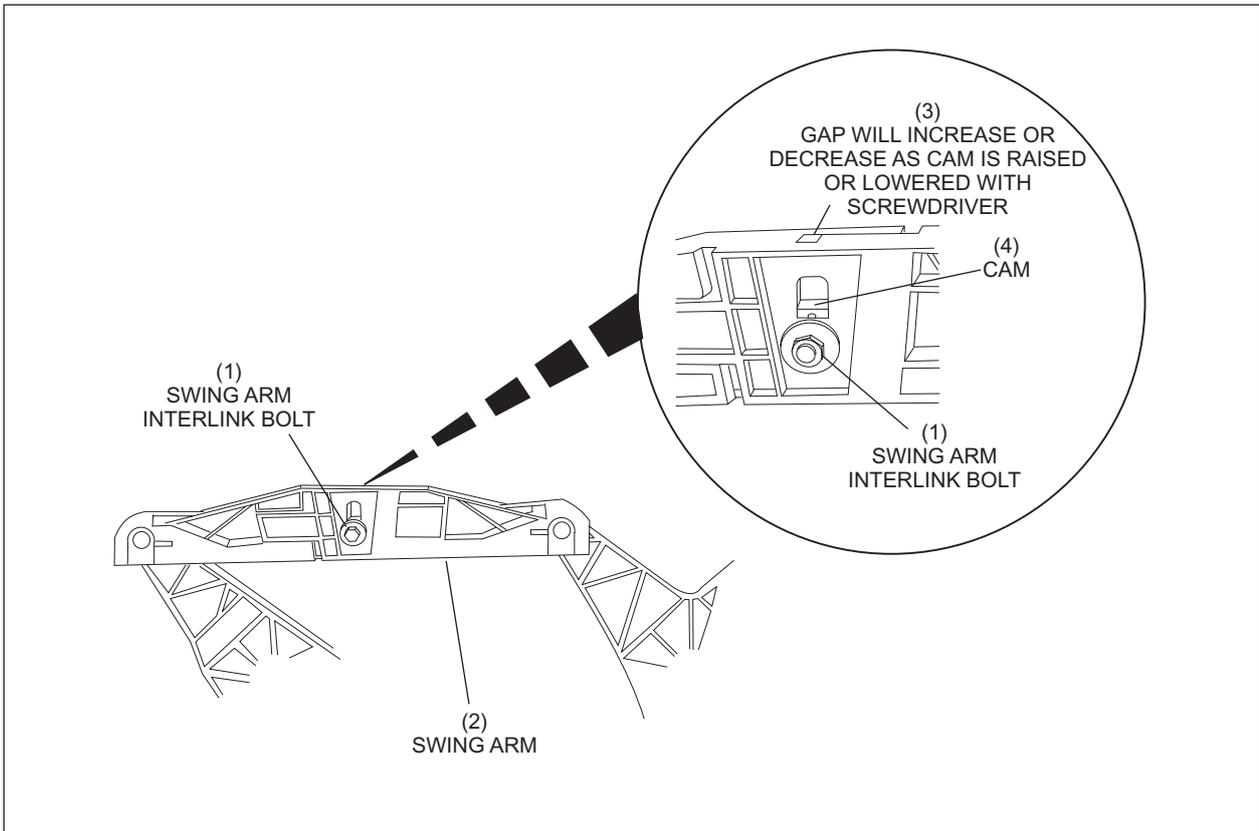

Figure 5-39. Réglage de bras pivotant.
2. Pour ajuster la position d'un bras pivotant, desserrez le boulon d'interconnexion du bras pivotant du bras. Reportez-vous à la *Figure 5-39*.